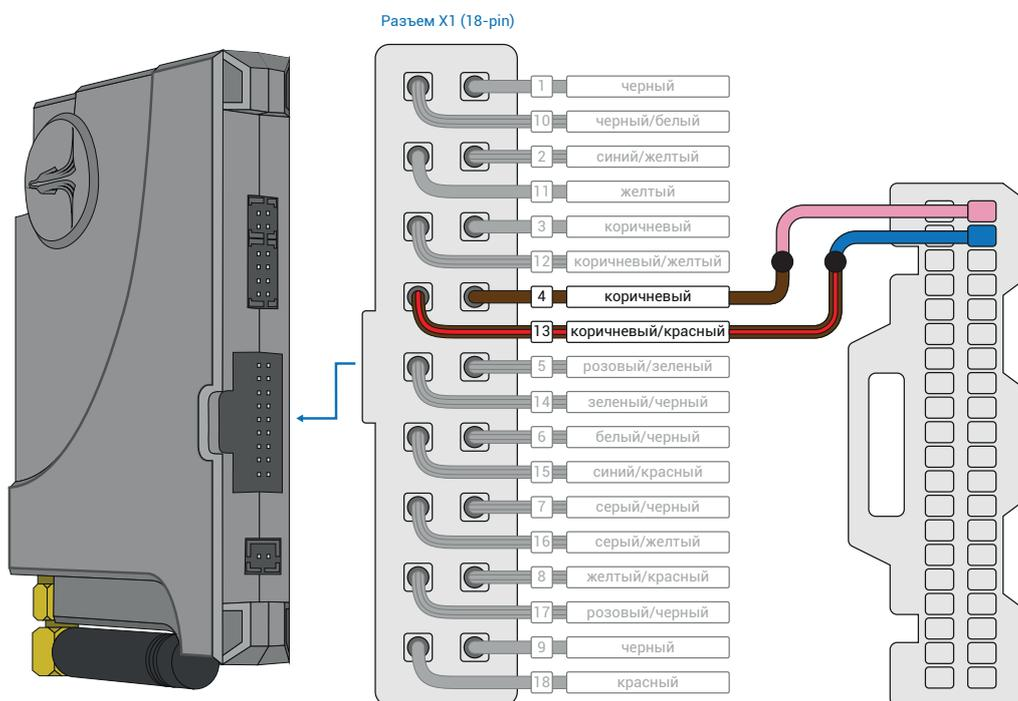

Рис.1 Призрак-8хх
1. Осуществите подключение CAN-шины (см. рис. 1, 2) и согласуйте систему Призрак с а/м (см. Integrator).